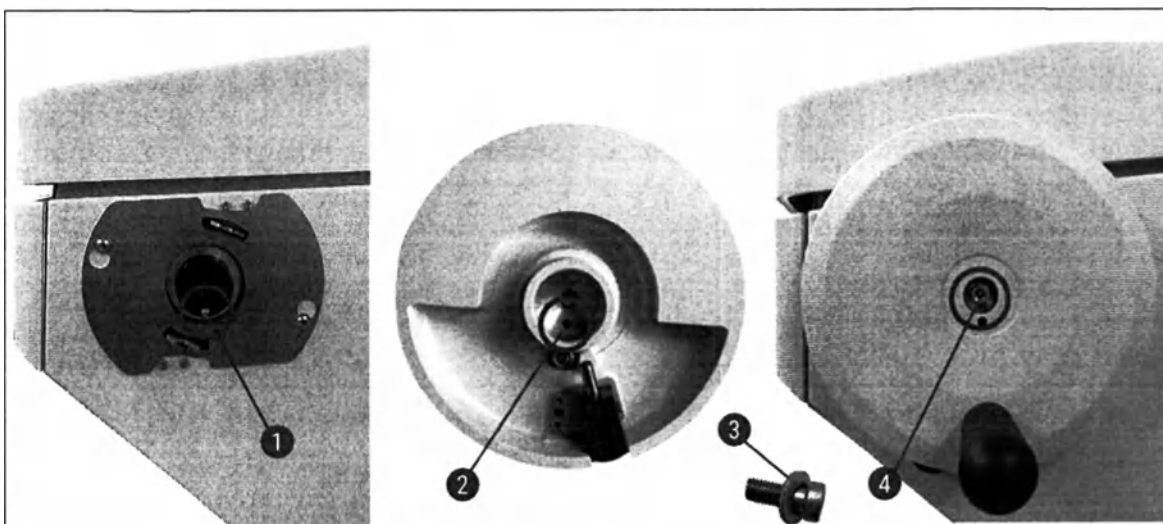

Рис. 9
2. Наденьте пружинную шайбу (→ "Рис. 9-3") на винт, как показано на рисунке (→ "Рис. 9") (→ "Рис. 9-4").